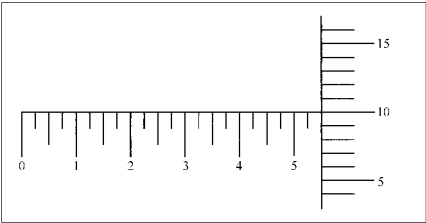

图 5-28 千分尺的读数
41. 部件专家 A 说如图 5-28 所示的千分尺的读数是 0.560mm。部件专家 B 说图中千分尺的读数是 0.560in。谁是正确的？